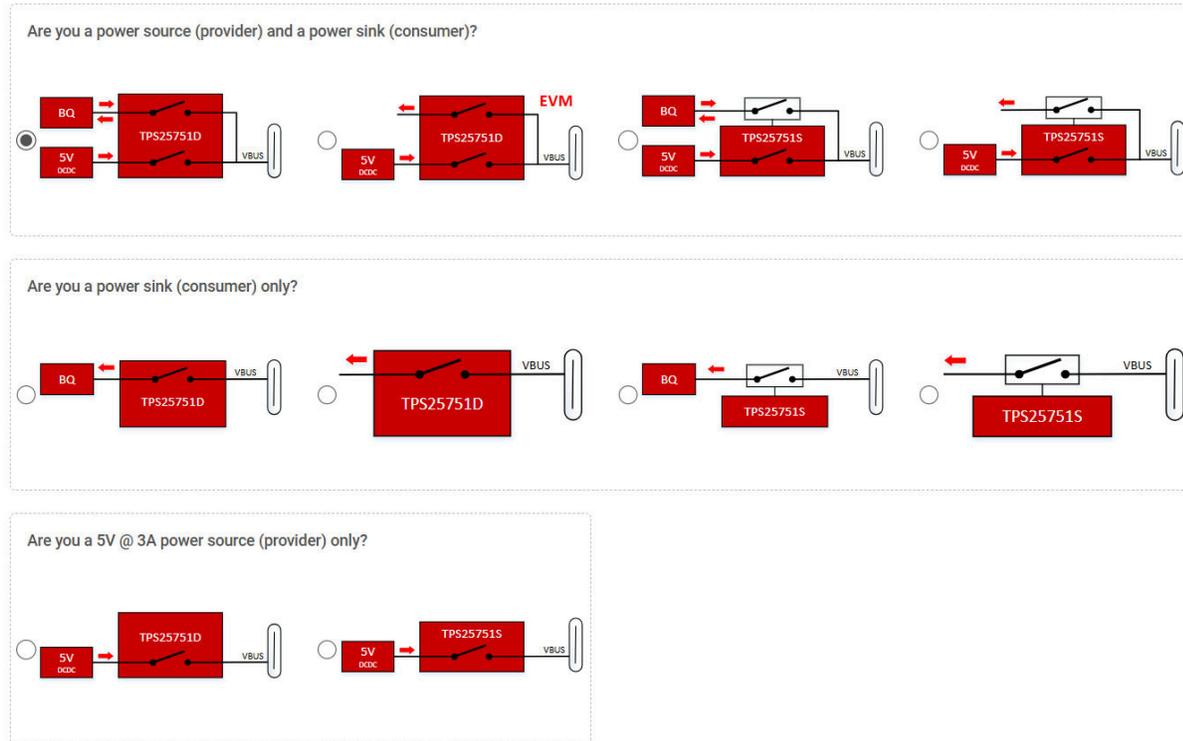

図 3-2. TPS25751 アプリケーションの選択
3. 次に、構成を選択します。このリファレンス デザインでは、図 3-2 に示すように、デフォルトで選択されている最初のオプションを選択します。